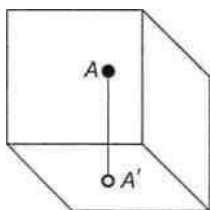

Рисунок 4
1. На наглядном изображении, приведенном на рис. 4:
2. По наглядному изображению, приведенному на рис. 4, построить чертеж точки  $A$ .